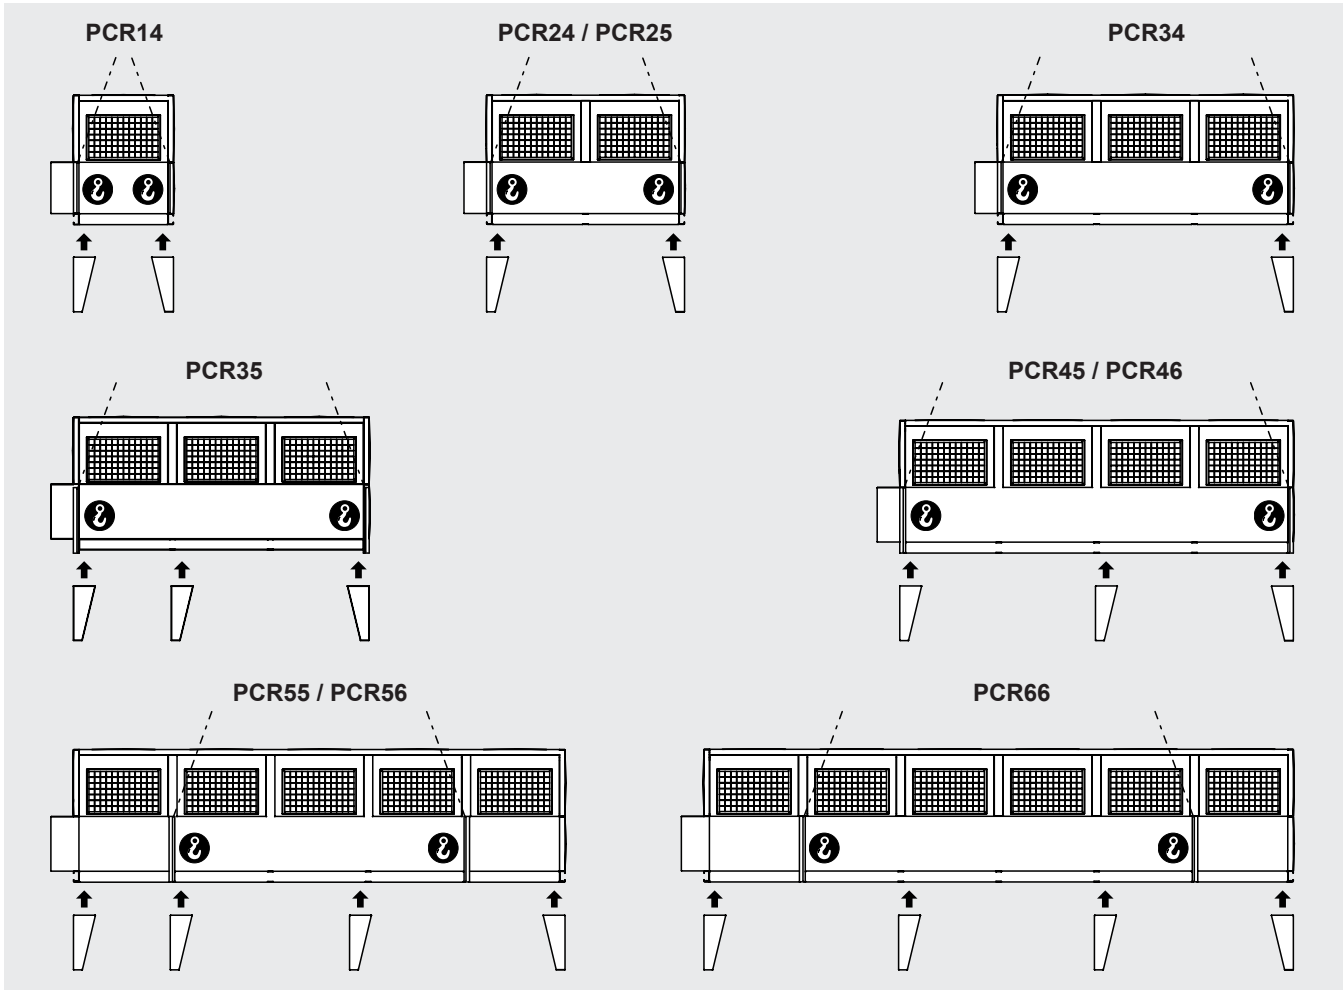

Figura 5
5.11.7 Il numero delle gambe di supporto varia a seconda del modello. In caso di modelli speciali riferirsi alla documentazione fornita con il modello. Si osservi la Tabella 1 e la Figura 5.